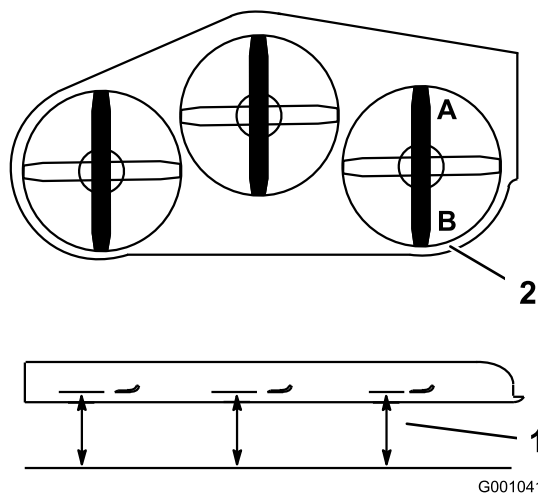

Figure 101
1. Tournez la lame **droite** dans le sens longitudinal (Figure 101).
2. Mesurez la distance au point **A** entre la surface plane et le tranchant de la pointe de la lame droite (Figure 101).
4. Mesurez la distance au point **B** entre la surface plane et le tranchant de la pointe de la lame droite (Figure 101).
6. La lame doit être plus basse de 6 à 10 mm ( $\frac{1}{4}$  à  $\frac{3}{8}$  po) au point **A** qu'au point **B** (Figure 101). Si ce n'est pas le cas, passez aux opérations suivantes.